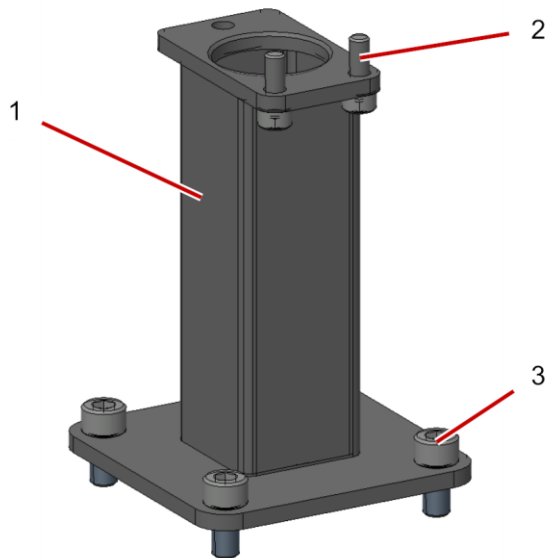

Fig. 5 Support MESSBOI 25
- ▶ Visser le support avec des vis à six pans creux Fig. 5, 3 sur la table / l'enrouleur.
- ▶ Visser les vis à six pans creux Fig. 5, 2 dans les trous filetés de l'appareil de mesure de la longueur.